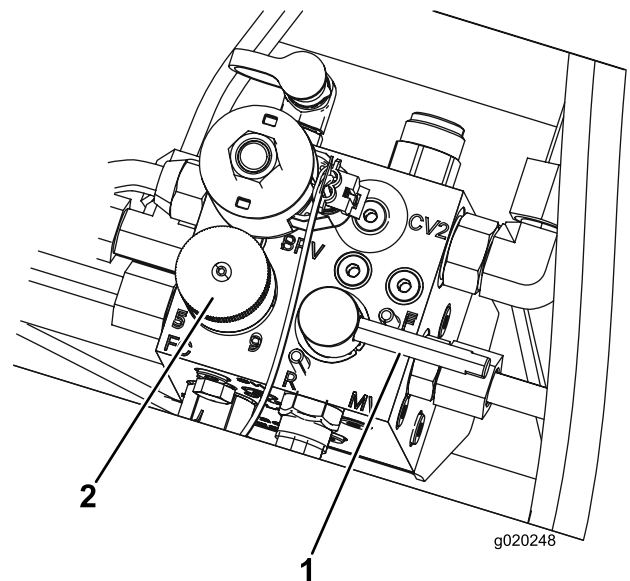

Figure 99
3. Tournez le levier de rodage à la position F (tonte) (Figure 99).